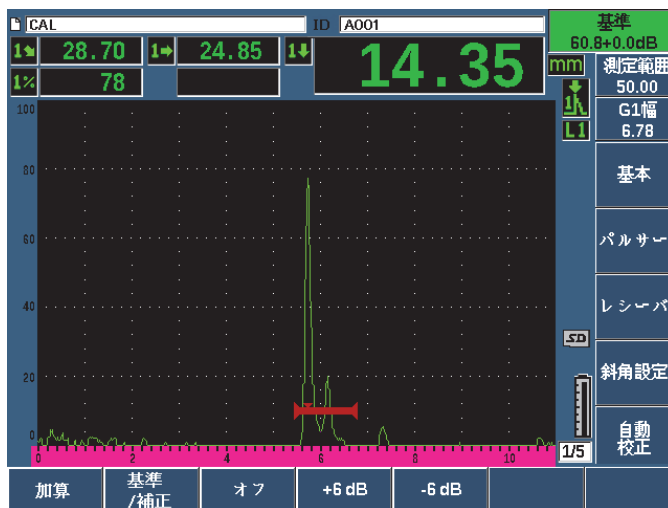

図 3-18 基準ゲイン設定
4. 187 ページの「感度の校正」で感度を設定します (80 ページの図 3-18 参照)。